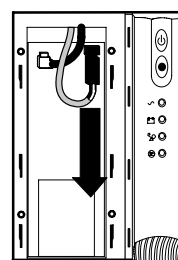

Abbildung 20 Die interne Batterieverbinding trennen
- 4 Das rote Kabel von der (+) Batterieverbinding trennen (siehe Abbildung 20).